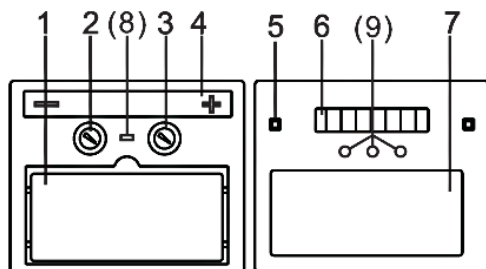

Рис. 2
4.2 Общий вид элементов светофильтра представлен на рис. 2
5.4 Степень светлого состояния светофильтра составляет 4 DIN. Регулятором (рис.2 поз.3) можно настроить время изменения в светлое состояние из тёмного состояния в диапазоне 0,1-1,0 секунды в зависимости от потребности.
7.3 Если маска не использовалась в течение длительного времени следует обратить большое внимание на чистоту датчиков электродуги (рис. 2 поз.5). При необходимости отчистите их от пыли.
Для проверки работы светофильтра используйте лампу мощностью более, чем 40 Вт. Поднесите лампу близко к датчикам электродуги (рис.2 поз.5), светофильтр должен потемнеть. После того, как источник света будет убран, светофильтр посветлеет.